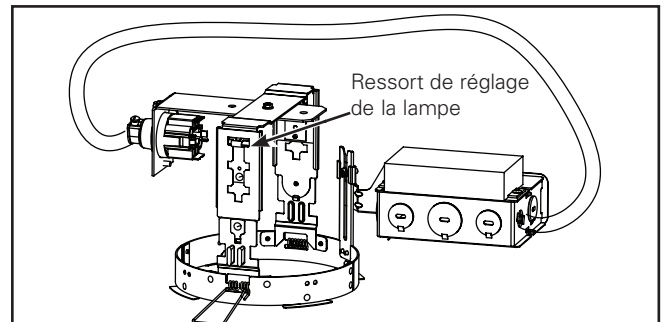

Figure 3.
4. Fixez de nouveau les bras de la boîte de jonction de la barre de montage. La boîte de jonction devrait reposer sur le plafond. Veillez à ce que le ressort de trouve dans la fente la plus en haut (ressorts de réglage de la lampe, Figure 3.).